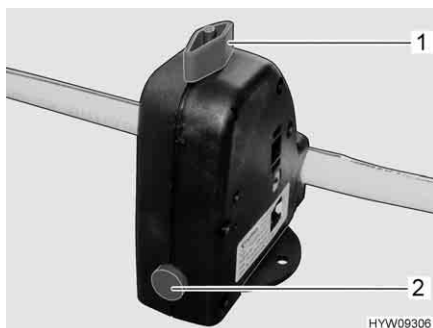

Fig. 129 Valvola di sicurezza/di scarico (boiler)
Il boiler è dotato di una valvola di sicurezza/di scarico (Fig. 129). La valvola di sicurezza/di scarico impedisce che l'acqua congeli nel boiler in presenza di basse temperature esterne, quando il riscaldamento dell'autocaravan non è acceso.
- Chiudere la valvola di sicurezza/di scarico. A tal fine ruotare la manopola (Fig. 129,1) verticalmente rispetto alla valvola di sicurezza/di scarico e premere verso l'interno il bottone automatico (Fig. 129,2).
- Aprire la valvola di sicurezza/di scarico. A tal fine ruotare la manopola (Fig. 129,1) nel senso della lunghezza della valvola di sicurezza/di scarico. Il bottone automatico (Fig. 129,2) scatta all'infuori. Il boiler viene svuotato verso l'esterno tramite la valvola di sicurezza/di scarico.